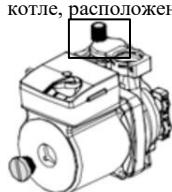

Рис. 21
*Для удаления воздушных пробок воспользуйтесь устройствами в вашей системе отопления и автоматическим выпускным клапаном на котле, расположенным рядом с циркуляционным насосом. См. рис.21